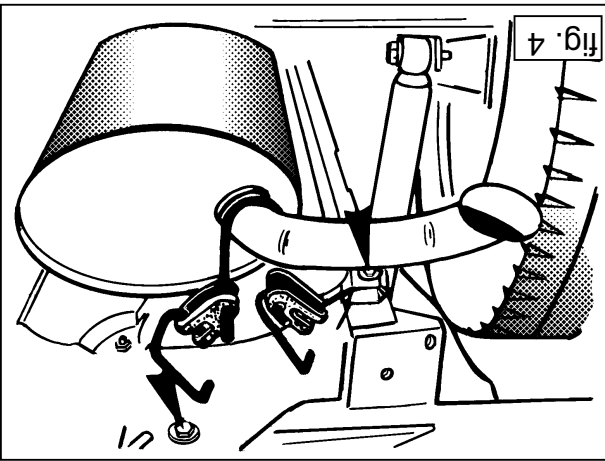

fig. 4
2. Demonteer de achterste uitlaatophanging overeenkomstig fig.4. Verwijder overeenkomstig fig.5 de bitumen van de aanligvlakken en plaats de vier kooimoeren. Indien t.p.v. punten B, zie fig. 7, de speciale gaten voor de kooimoeren niet aanwezig zijn, dan dient men M8 sluitringen en M8 moeren toe te passen.
2. Remove the rear exhaust mount, as shown in fig. 4. Remove the bitumen from the contact points, as shown in fig. 5, and fit the four cage nuts, if the special holes for the caged nuts are not present at points B, then use M8 nuts with plain washers.
2. Die hinterste Auspuffaufhängung entsprechend Fig.4 demontieren. Entsprechend Fig.5 das Bitumen von den Berührungsflächen entfernen und die vier Verschlußmuttern anbringen. Wenn bei den Punkten B (siehe Abb. 7) keine Speziallöcher für die Käfigmuttern vorhanden sind, müssen M8-Unterlegscheiben und M8-Muttern verwendet werden.
2. Ostatnie mocowanie wydechu zdjęć rys.4 a następnie stosując się do rys.5 usunąć masę bitumiczną w miejscach styku. W dalszej kolejności umieścić cztery nakrętki samo zakleszczające w punktach mocowania haka holowniczego. Jeżeli w punktach B (patrz rys. 7) nie znajdują się specjalne otwory dla nakrętek samo zakleszczających, należy wykorzystać podkładki M8 oraz nakrętki M8.
2. Démontez la suspension d'échappement la plus en arrière conformément à la fig. 4. Enlever la couche de goudron des surfaces de contact spécialement pour les écrous-cages ne sont pas prévus à l'emplacement des points B, voir la fig. 7, il faudra utiliser des rondelles de blocage M8 et des écrous M8.